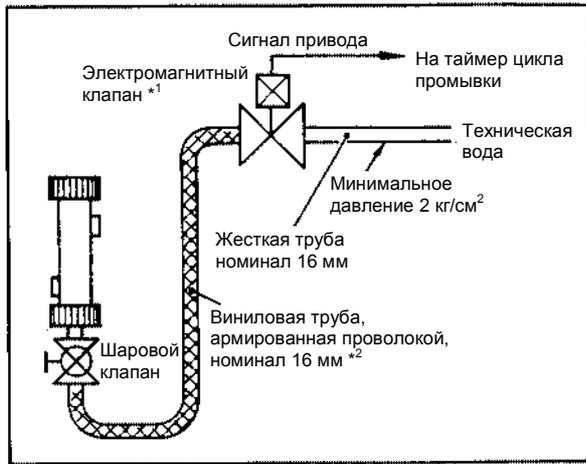

Рисунок 2-12 Соединение труб для технической воды при использовании обычного щеточного/ струйного очистителя
- (2) Пример соединения труб для технической воды (Смотрите рисунок 2-12).